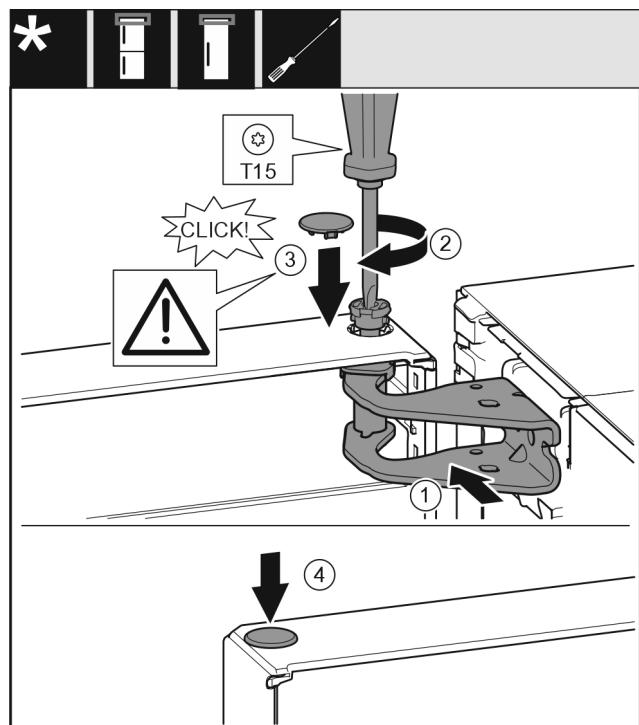

Fig. 22
- Выровняйте дверь вверху по отверстию в опорном кронштейне. Fig. 22 (1)
- Вставьте палец и затяните отверткой T15. Fig. 22 (2)
- Установите предохранительную крышку для защиты двери: Вставьте предохранительную крышку и проверьте, прилегает ли она к двери. В ином случае вставьте палец полностью. Fig. 22 (3)
- Вставьте заглушку. Fig. 22 (4)